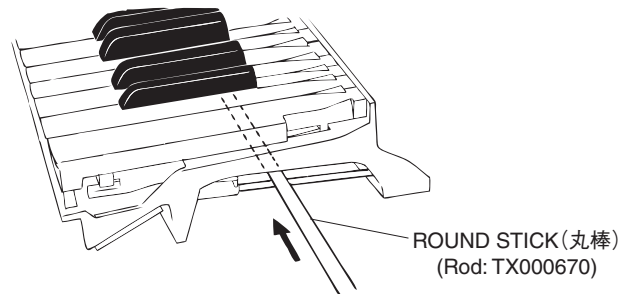

Fig. 17 (図17)
- \* After inserting a round stick (Rod: TX000670) between the frame and the keys, remove the circuit boards. (Fig. 17)
- ※ シートをはずす前に、接点ゴムを歪ませないように、フレームとハンマーの間に丸棒（ロッド：TX000670）を挿入しておきます。（図 17）